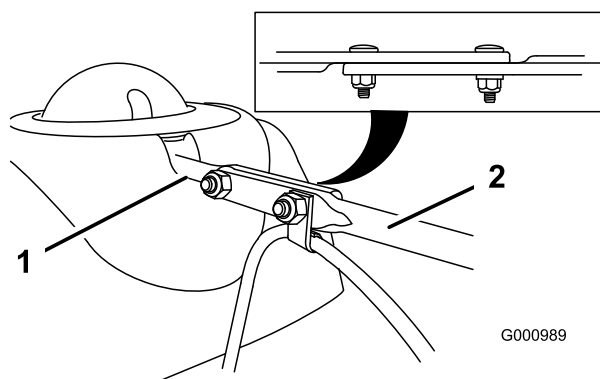

Bild 9
- Richten Sie das abgeflachte hintere Ende des langen Auswurfeinstellgestänges mit dem abgeflachten vorderen Ende der kurzen Stange aus, die aus dem Armaturenbrett herausragt, sodass beide eingreifen (Bild 9).